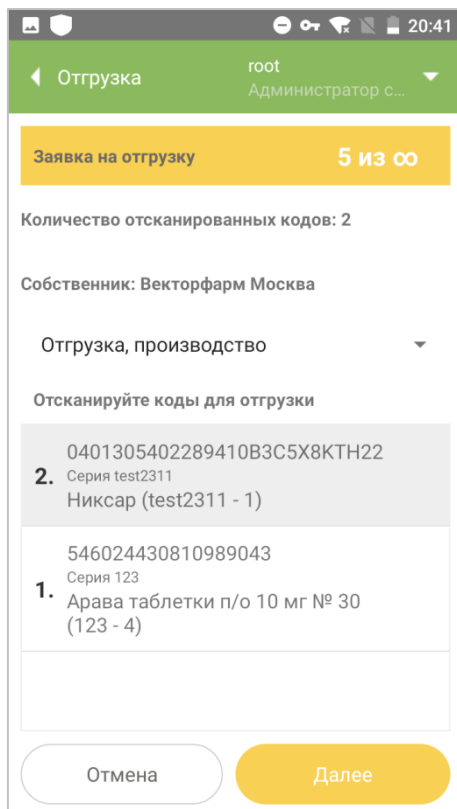

Рисунок 8.4
4. Отсканировать коды маркировки (п. 1.5), которые следует отгрузить согласно накладной (Рисунок 8.4). При этом на экране отобразится следующая информация: